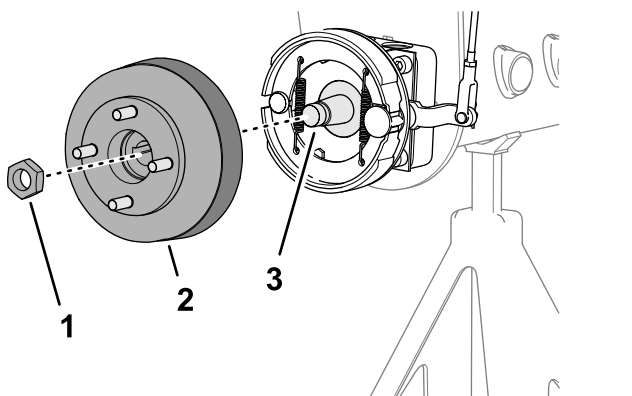
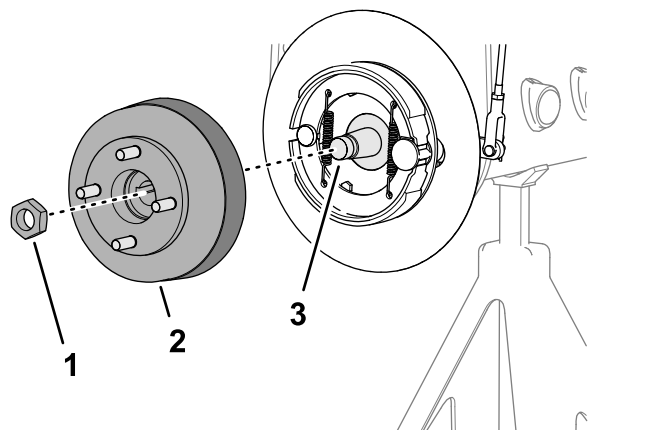

Figure 84
Figure 85
3. Montez le moyeu de roue et le tambour de frein sur l'arbre du moteur de roue (Figure 84 ou Figure 85).
4. Fixez le moyeu de roue sur l'arbre avec le contre-écrou (Figure 84 ou Figure 85), et serrez à la main.